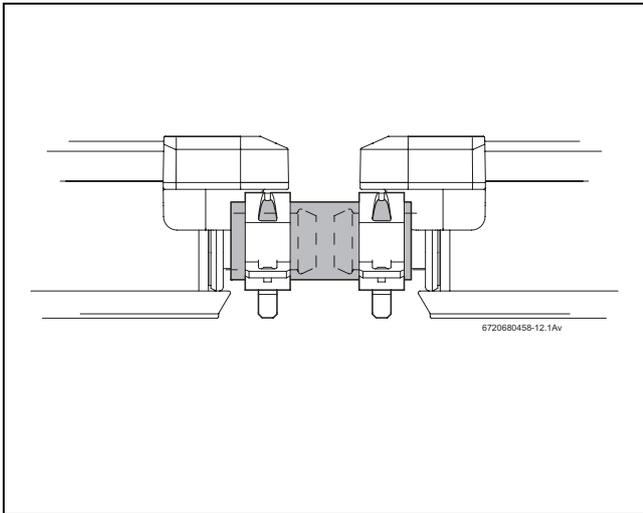

Fig. 42 Tubo di gomma per solare con fascette stringitubo correttamente posizionate
- ▶ Fissare tutti i tubi di gomma per solare agli attacchi dei collettori con una fascetta stringitubo (fig. 42).